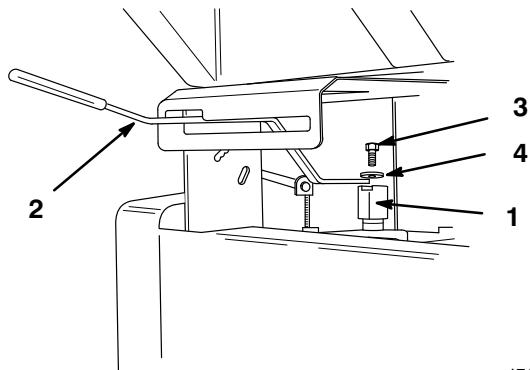

Figure 3
- Aligner le bloc de montage par rapport aux méplats du haut de l'arbre de transmission, et glisser le bloc sur l'arbre (Fig. 3).